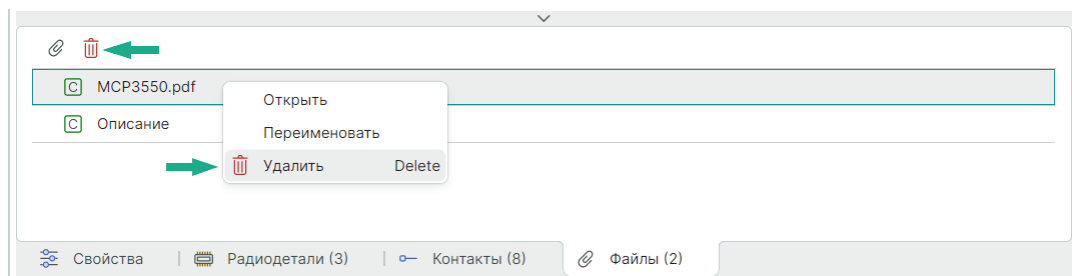

Рис. 313 Удаление файла данных из описания компонента
2. Нажмите на символ  «Удалить» или воспользуйтесь контекстным меню, см. Рис. 313.